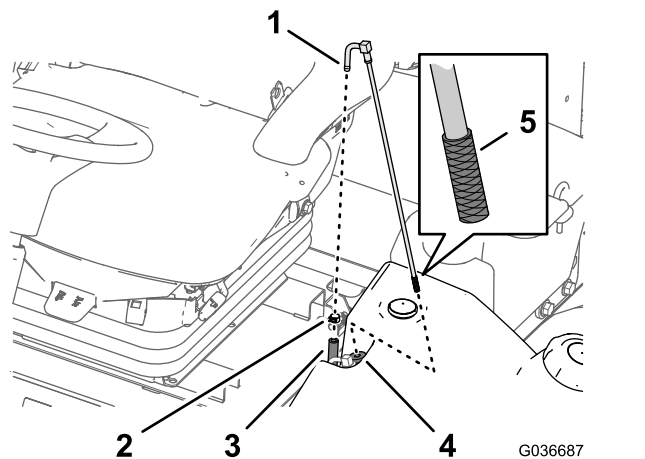

図 50
1. 燃料供給ホースを燃料供給チューブに固定しているホースクランプを外す図 50。
2. フィッティングからホースを取り外す図 50。
3. 燃料タンクから燃料供給チューブを取り出す図 50。
4. 燃料供給チューブの端部のスクリーンにたまっているごみについていねいに取り除く図 50。
5. ゴム製ブッシュを通して燃料タンク内部へ燃料供給チューブを挿入する図 50。